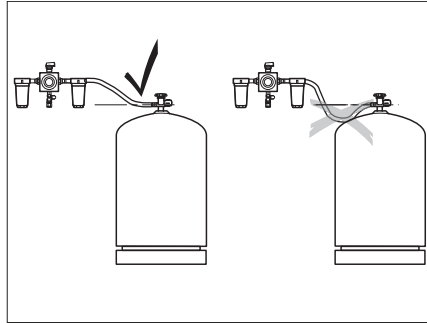

Bild 237 Verlegen der Hochdruckschläuche
- ▷ Beim Verlegen der Hochdruckschläuche darauf achten, dass die Schläuche stetig steigen (Bild 237).